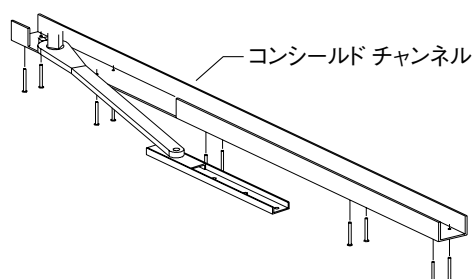

図15-1
- 15.1 丁番または持出型ピボットヒンジ仕様でのオフセットアームを使用したコンシールドヘッダーのみの場合、コンシールドチャンネル用の化粧プレートを準備して下さい。（図15-1 および別紙“取り付け説明書 87400-XXX アーム”をお読み下さい）
- 15.3 丁番または持出型ピボットヒンジ仕様でのオフセットアームを使用したコンシールドヘッダーのみの場合、コンシールドチャンネルを取り付けて下さい。（図15-1）